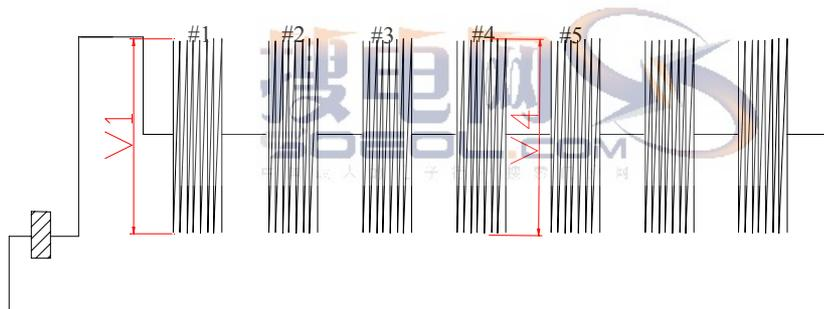

图 10 色度幅频响应色度多波群信号
10.2.3 同 10.1.3 播放色度多波群信号, 选择 WAVEFORM 键, 用测试仪显示屏上的刻度尺读取色度包的 P-P 值, 测试位置如图 10 所示: